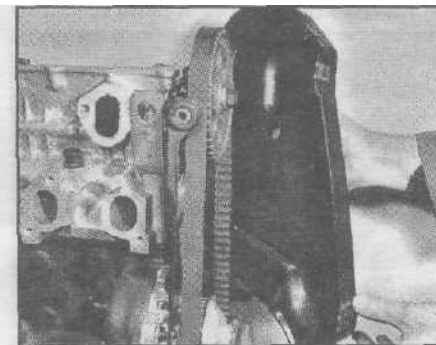

Рис. 9.4. Снятие крышки ремня привода
- 4 Отверните болты и снимите крышку зубчатого ремня (см. рис. 9.4), учитывая, что верхними болтами крепятся трубка щупа уровня масла и провод заземления. Чтобы снять нижнюю крышку ремня на некоторых поздних моделях объемом 1,3 литра, необходимо снять шкив коленчатого вала. Вытащите трубку щупа из блока цилиндров.